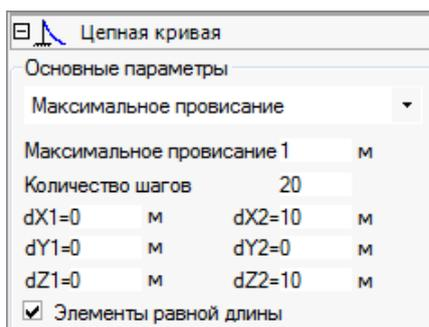

Рисунок 2.112
- При **Максимальном провисании** (рисунок 2.112) – провисании в середине пролета: